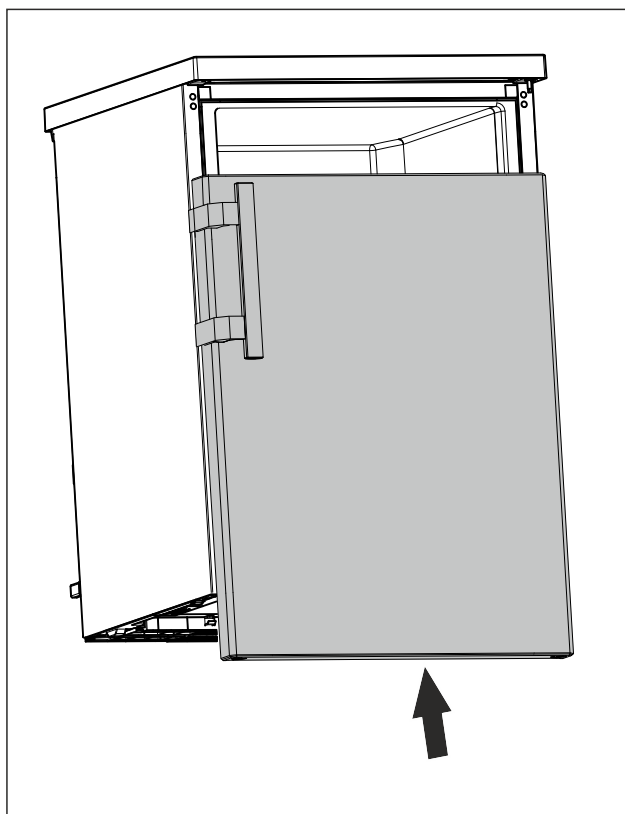

Fig. 23
- Skyv døren i lukket tilstand på den øvre bolten. (se Fig. 23)